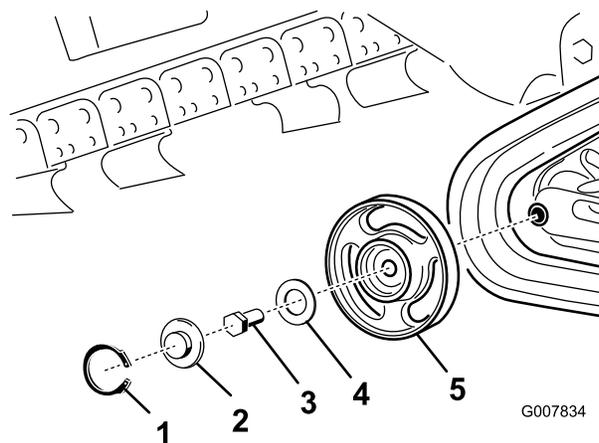

Рисунок 50
**Примечание:** Возможно потребуется демонтаж переднего наружного опорного катка. Для демонтажа опорного катка снимите упорное кольцо и крышку с центра катка (Рисунок 50). Затем извлеките из центра катка болт и прокладку и снимите каток с машины.